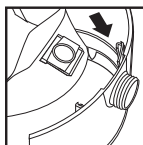

FIGURE 29
52. Faites glisser le déflecteur d'admission comportant le sac filtre dans le guide du déflecteur. FIGURE 29.